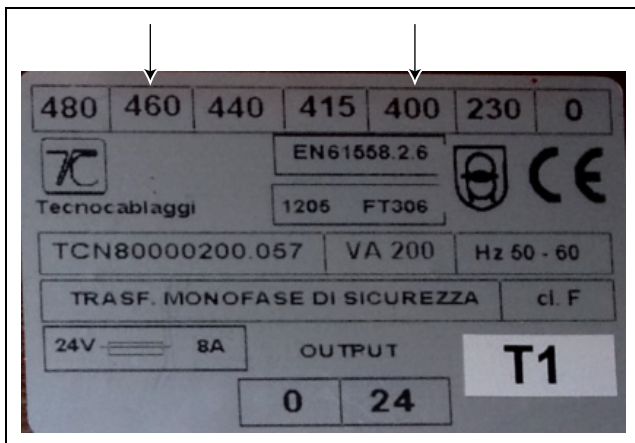

Imagen 9: Conexión transformador
- Desconecte esta conexión y realice la nueva a 460 V (imagen 9).